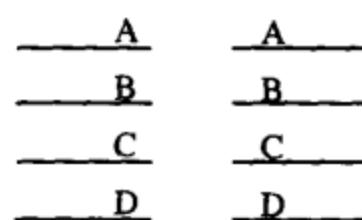
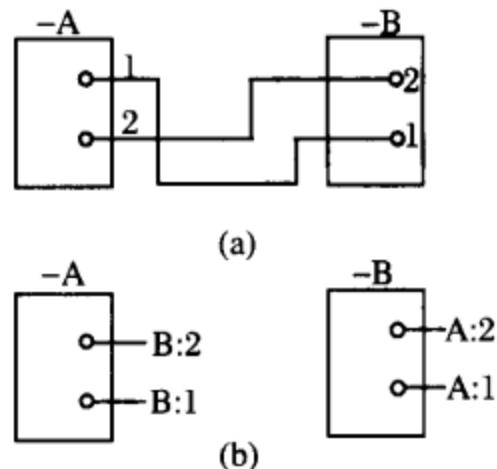

图 1-6 导线组的中断表示法
图 1-8 用符号标记表示中断
②去向相同的线组，也可采用中断线表示，并在图上中断处的两端分别加注适当的标记。如图 1-6 所示，在中断处标注 A、B、C、D 符号以表示方向。
④用符号标记表示连接线的中断。例如图 1-8 所示，图 1-6 导线组的中断表示法图 (a) 中连接线 1、2 用中断线表示，其表示方法如图 (b)。